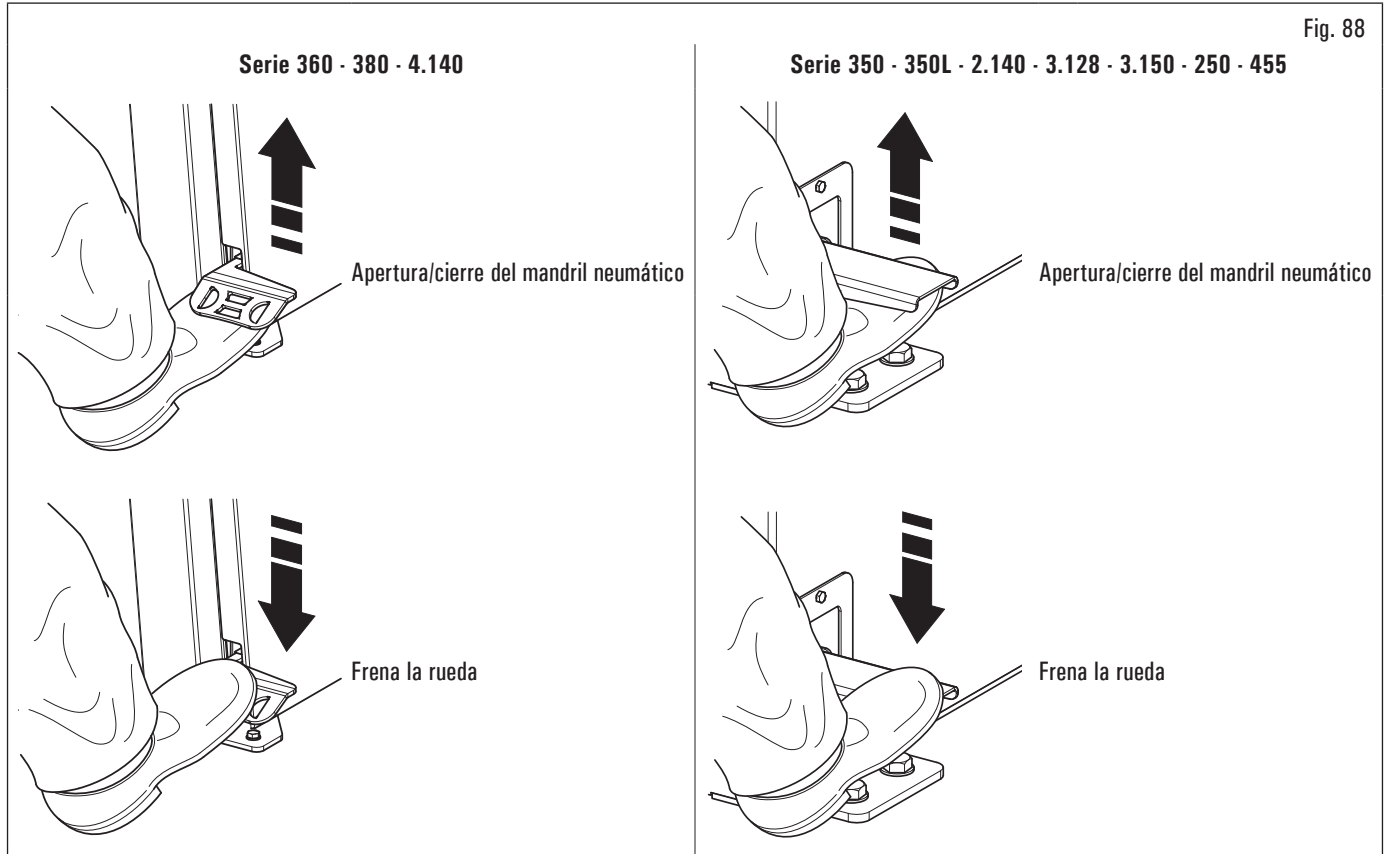

Fig. 88
1. Si el mandril neumático está cerrado, ábralo levantando el pedal específico, véase Fig. 88;